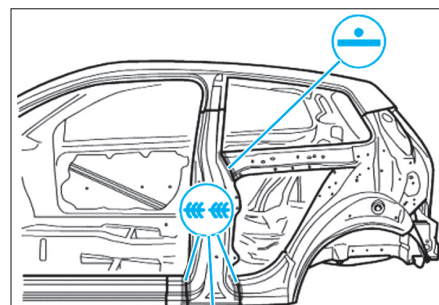
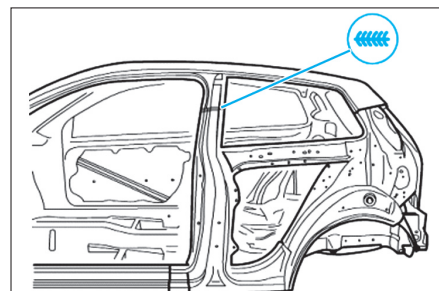
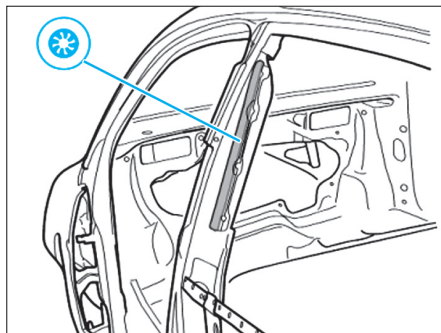

FIG. 63
FIG. 64
FIG. 65
- Souder le renfort de montant B comme illustré (Fig.63), (Fig.64) et (Fig.65).